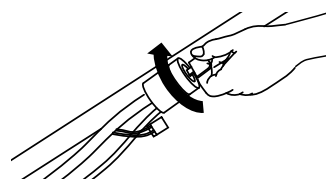
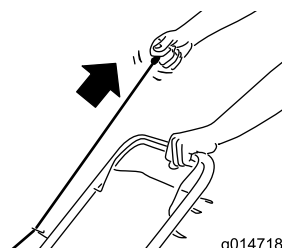

Figure 15
Figure 16
2. Tournez la clé de contact (modèles à démarrage électrique uniquement; voir Figure 15) ou tirez la poignée du lanceur (Figure 16).